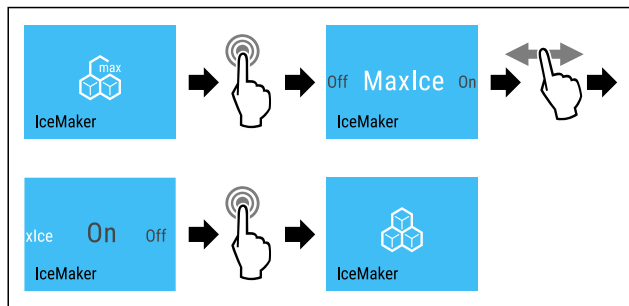

Fig. 22
- Følg anvisningene (se Fig. 22) .